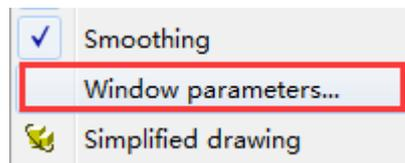

图 014-3 选择窗口参数菜单
2、在动画窗口点右键，选择 **Window parameters...**，如图 014-3；